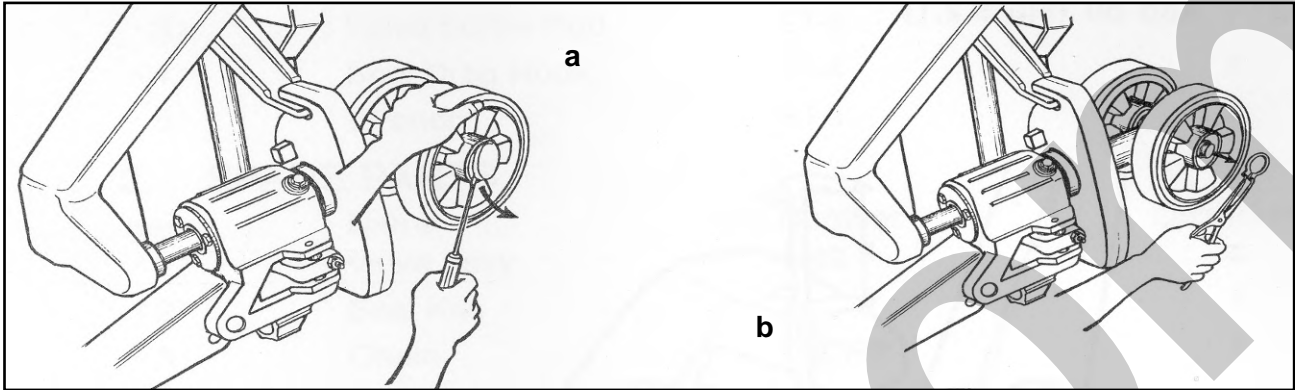

Figura 25 – Sostituzione delle ruote.
1. Togliere il coperchio ruote (Figura 25 a);
2. Estrarre l'anello elastico (Figura 25 b);